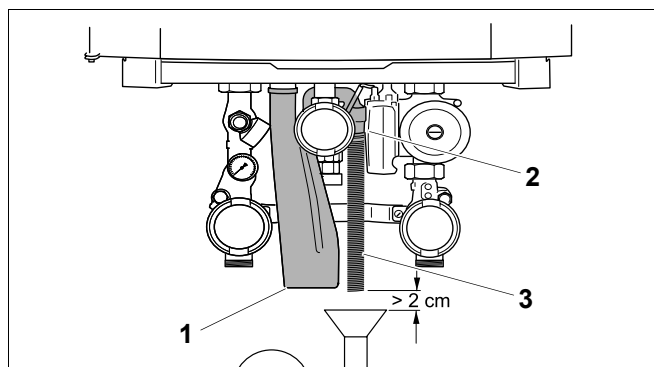

Рис. 12 Монтаж гофрированного шланга
- Подключить гофрированный шланг (рис. 12, **поз. 3**) с резиновой манжетой (рис. 12, **поз. 2**) к сифону (рис 12, **поз. 1**).